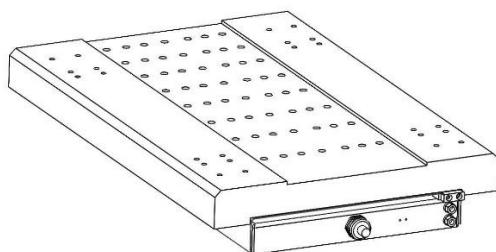

図4.1.3.1.2 フォーサー精密水冷システム設置完了図
■ 組み立て手順（ステーター精密水冷）：（図4.1.3.1.3、図4.1.3.1.4参照）
- (1) 片側の連結ベース①を作業台の作業位置に固定します。
- (2) 冷却パイプ②をプラットフォーム上の接続ベース①に挿入します。
- (3) ステーター⑤の長さが長い場合は、冷却パイプ②をジョイント方式で接続します。
- (4) 全ての冷却管②の設置が完了したら、反対側の接続台⑥を使用して冷却管との調整・固定を行います。
- (5) ステーター⑤を冷却パイプ②の対応する位置に配置します。
- (6) 全てのステーター⑤を固定します。複数組のステーターの固定方法については、4.1.1.2項に記載されているステータの取り付けを参照してください。